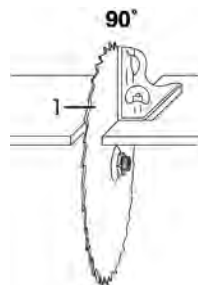

fig. 8 – ajuste del tope de 0°
4. Con la ayuda de una escuadra de 90°, ajuste la hoja de sierra con relación a la base, como muestra la fig. 8;